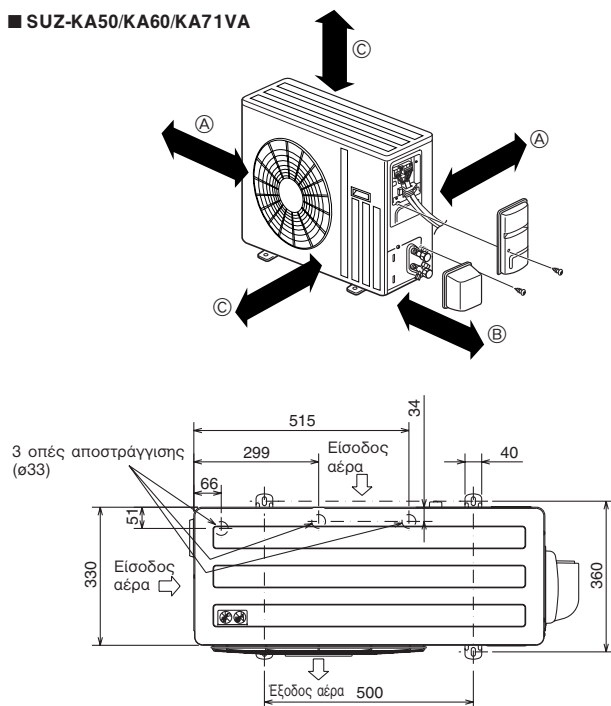

Fig. 3-1
3.1. Εξωτερική μονάδα (Fig. 3-1)